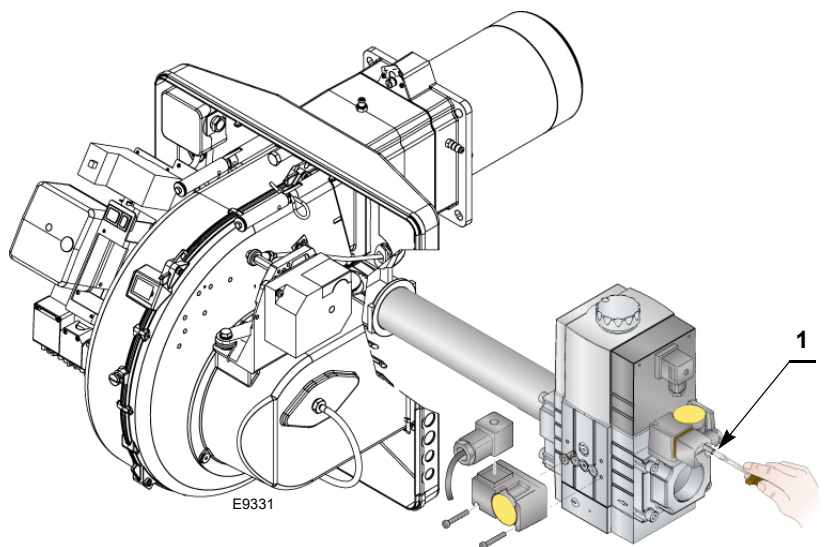

Fig. 25
- Controlar a pressão de alimentação do gás, conectando um manómetro na tomada de pressão 1)(Fig. 25) do pressóstato gás de mínima: deve ser inferior à pressão máxima consentida à linha de gás, presente na chapa que indica as características.
- Eliminar o ar da tubagem da linha de gás, conectando um tubo de plástico na tomada de pressão 1)(Fig. 25) do pressóstato gás de mínima. Levar ao exterior do edifício o tubo de eliminação, até perceber o cheiro do gás.